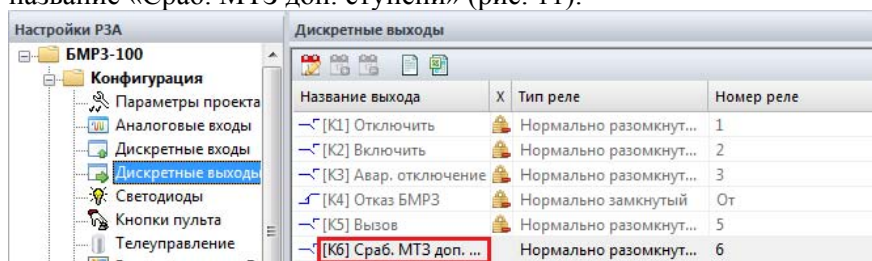

Рис. 11. Задание наименования свободно назначаемого выхода
8. Задать имя свободно назначаемому дискретному выходу. Для этого в «Дискретные выходы» дважды нажать ЛКМ по названию дискретного выхода «[К6] Выход» и ввести новое название «Сраб. МТЗ доп. степени» (рис. 11).